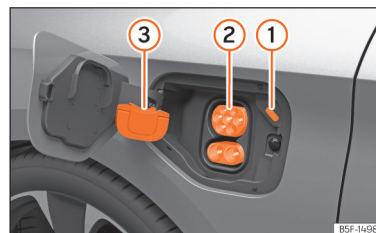

Abb. 59 Hinter der Batterieladeklappe hinten rechts: Ladedose.
- Entfernen Sie die Schutzkappe und hängen Sie diese in den Haken. »» [Abb. 59] ③
- Stecken Sie den Ladestecker der Ladestation in die Ladedose. »» [Abb. 59] ②
Die LED (Ladevorgangsanzeige) an der Ladedose blinkt oder blitzt weiß. »» [Abb. 59] ①
Die Ladevorgangsanzeige an der Ladedose blinkt grün »» [Abb. 59] ①.
- Tippen Sie auf dem Bildschirm des Infotainment-Systems auf die Funktionsfläche **Laden stoppen**. Die neben der Ladedose befindliche Ladevorgangsanzeige leuchtet weiß auf »» [Abb. 59] ①. Der Ladestecker ist entriegelt.
- Setzen Sie die Schutzkappe auf den unteren Anschluss der Ladedose. »» [Abb. 59] ③